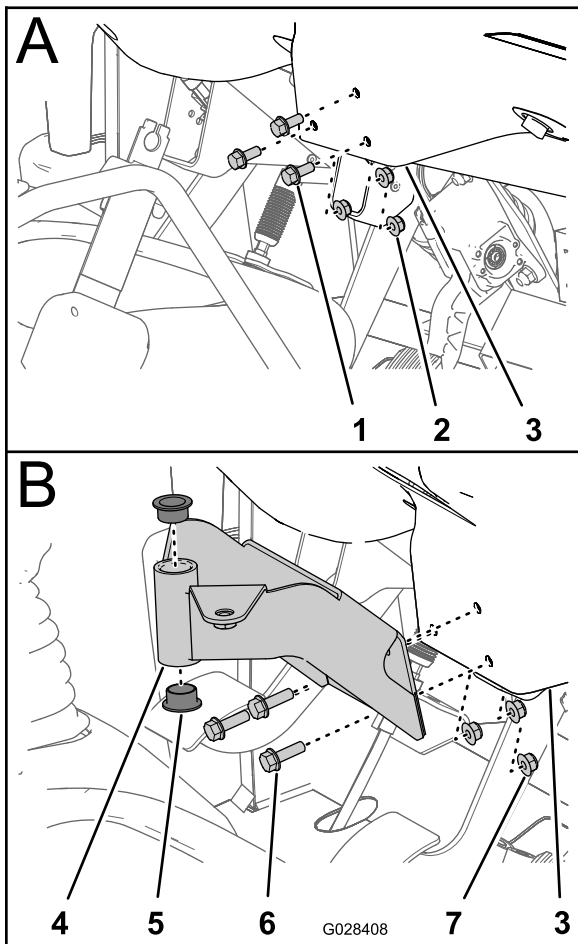

Figure 18
1. Retirez les 3 boulons et les 3 écrous qui fixent la partie inférieure centrale de la planche de bord au support de la planche de bord (Figure 18).
2. Alignez les trous du support de montage de la console de commande et les trous dans la planche de bord et le support (Figure 18).
4. Serrez les écrous et les boulons à (Figure 18).
5. Insérez les 2 douilles en plastique dans le support de montage (Figure 18).